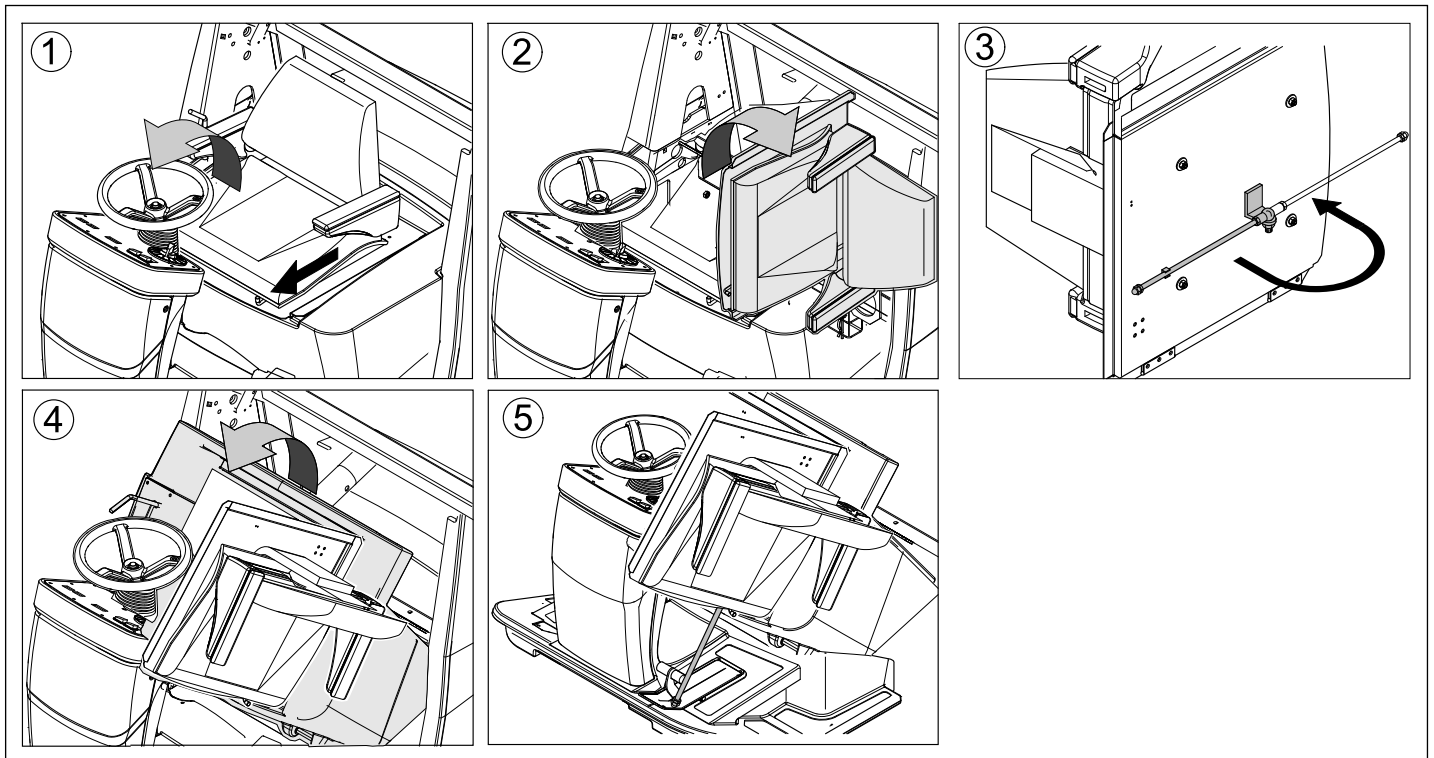

Figura 3
- Abra y fije el capó del aparato (figura 3).